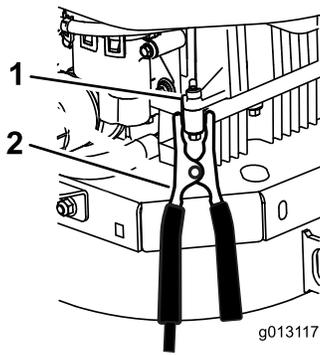

Figura 62
6. Haga la conexión final al bloque motor del vehículo que no arranca (NO al borne negativo de la batería) en un punto alejado de la batería, y apártese (Figura 62).